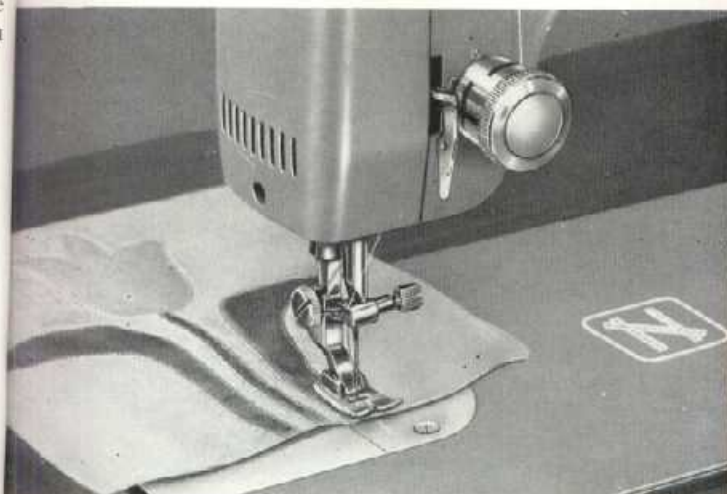

Fig. 43
b) Hemstitching - Picot Edge (Fig. 43)